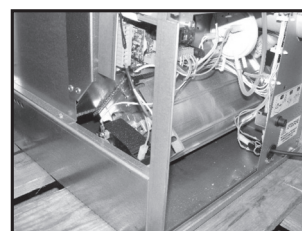

Figura 26
4. Pulire attorno alla ventola di ricircolo dell'aria ambiente con un'aspirapolvere. Vedere Figura 26.